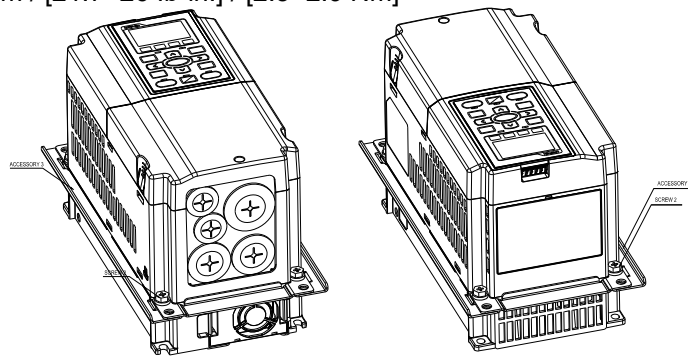

图 3
3. 将螺丝 2\*2 (M6) 与 Accessory 2 & 3 锁住 (如图 3 所示)。螺丝扭力值: 25~30 kg-cm / [21.7~26 lb-in.] / [2.5~2.9 Nm]